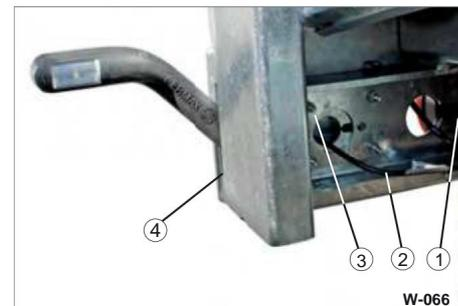

Fig. 64 Illuminazione posteriore, fissaggio
- ÿ Allentare la relativa vite di collegamento (Fig. 64/1, 3, 4).
- ÿ Scollegare il cavo di collegamento corrispondente (Fig. 64/2).